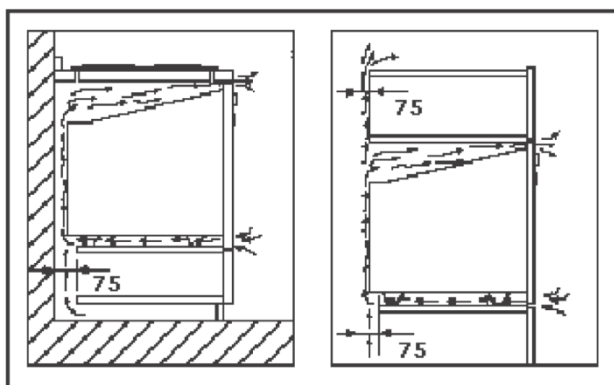

Рис. 3
4.2.5. Заднюю панель шкафчика следует удалить для обеспечения свободной циркуляции воздуха. Панель, куда крепиться духовка, должна иметь зазор в задней части как минимум 75 мм. (Рис. 3)